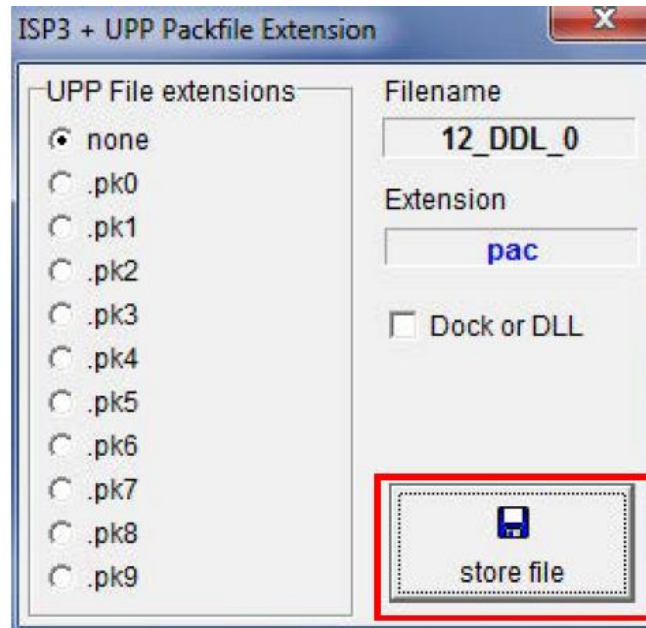

Рисунок 15
2.14 Подтвердите, нажав кнопку «store file» (рисунок 15).